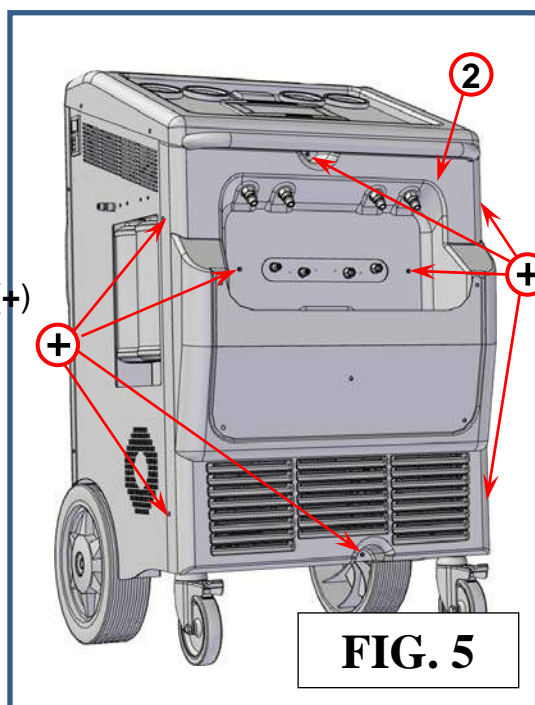

FIG. 5
2. Armação de plástico frontal, consulte a Fig.5